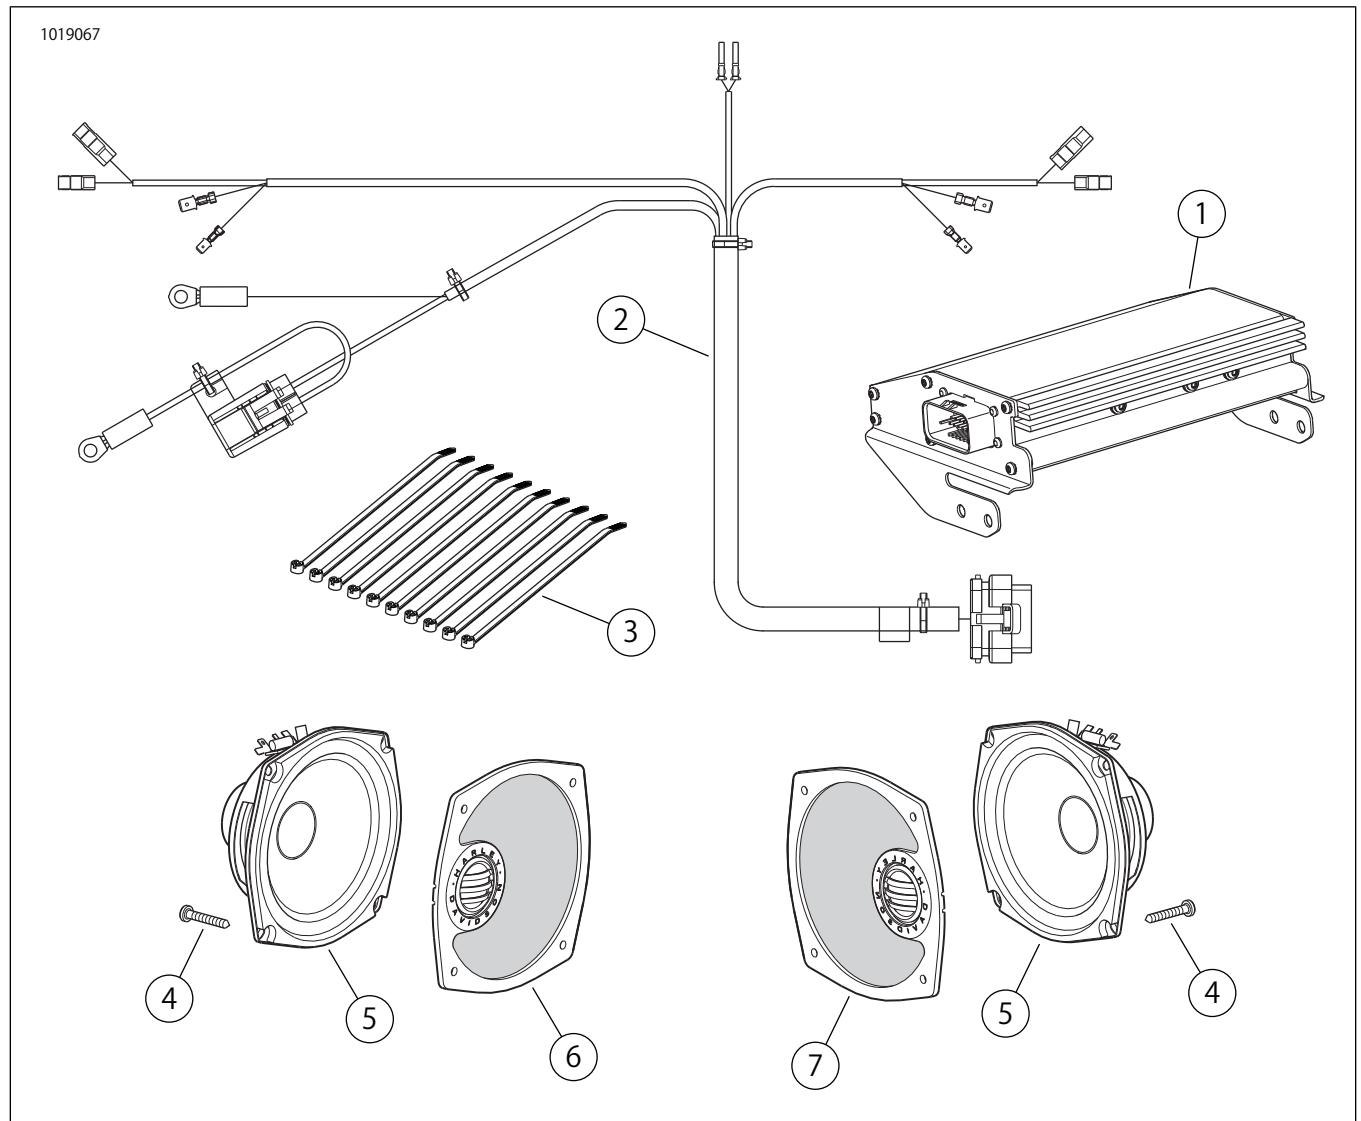

図7。交換用パーツ、Boom! オーディオアンプキット
1. 図7を参照してください。このキットからアンプハーネス(2)を用意します。